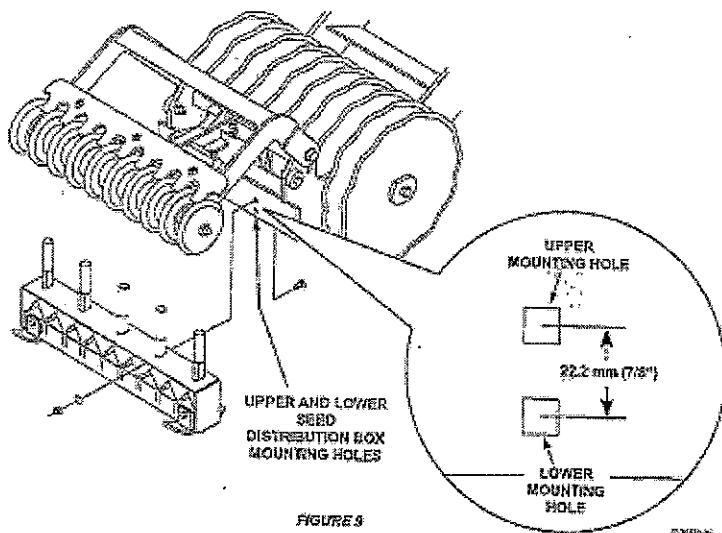

図 9(左から)
3. ボックスを上げる、または下げる。上下調整範囲は 24mm です。追加の高さ調整幅 22.2mm がボックスをはずし、スクリューを上部取付穴に付け替えることで得られます（図 9 参照）。